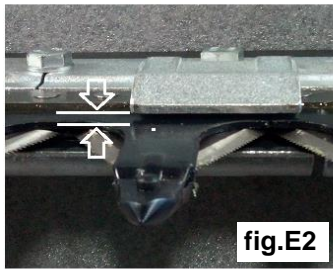

fig.E2
- l'**usura** di materiale del guidalama aumenta la tolleranza di accoppiamento con la barra porta denti (**fig.E2**). Per ripristinare la corretta tolleranza del guidalama basterà:
- the **wear** of material of blade guide increases the coupling tolerance with the tooth-holding bar (**fig.E2**). To restore the correct tolerance will be enough: